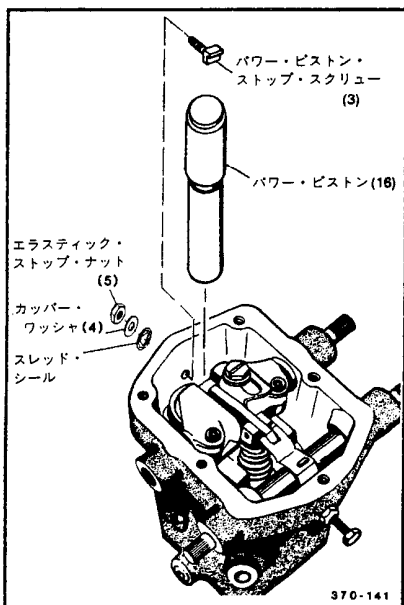

図 4-16. パワー・ピストンおよびパワー・ピストン・ストップ・スクリューの組立
8. パワー・ピストン・ストップネジを取外します。（No.3, 図 4-16）